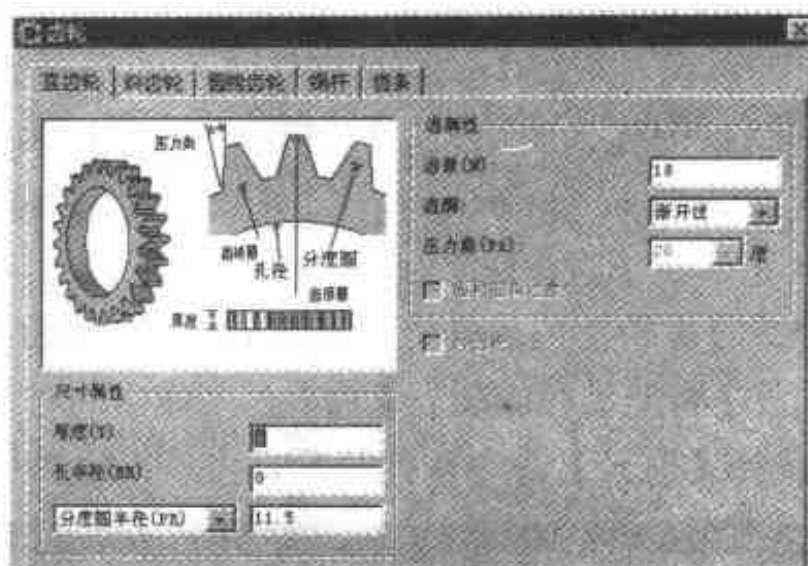

图 5.2 齿轮属性参数表
- (2) 依次选择设计树中的【直齿轮 1】、【直齿轮 2】、【直齿轮 3】 3 个零件, 右击, 在弹出的快捷菜单中选择【加载属性】命令, 结果可以看到 3 个齿轮的设计参数。如图 5.2 所示为【齿轮】对话框, 直齿轮 1、直齿轮 2、直齿轮 3 3 个零件的齿数